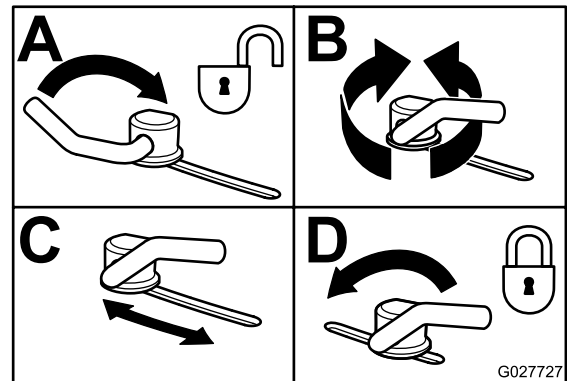

Figura 28
3. Para ajustar los bloqueos de leva, levante la palanca para aflojar el bloqueo de leva (Figura 28).
5. Devuelva la palanca a su posición original para apretar el deflector y los bloqueos de leva (Figura 28).